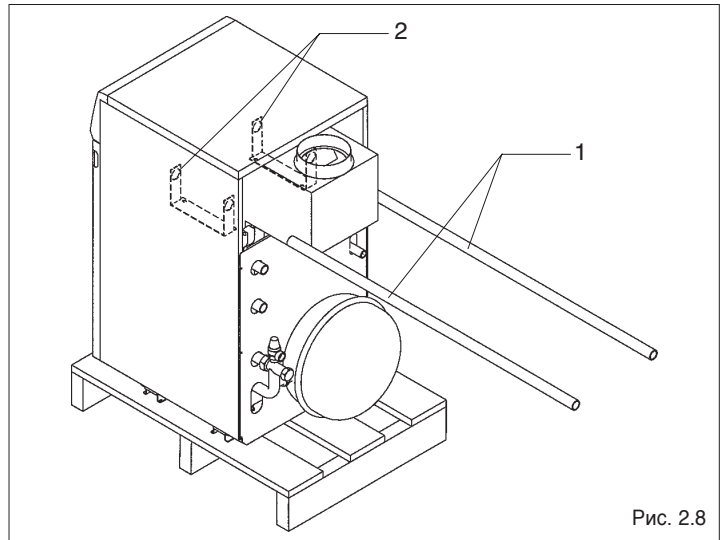

Рис. 2.8
- снимите котел с поддона, продев две трубы 3/4" (1) в такелажные проушины (2) (Рис. 2.8).